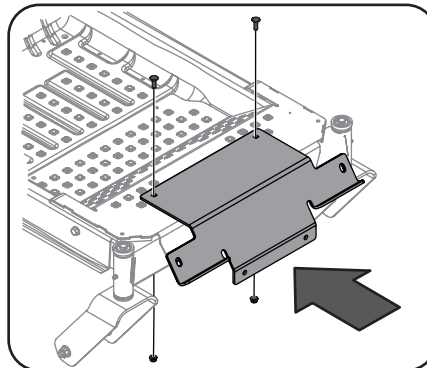

Figura 4-19
3. Coloque la ménsula del montaje en la parte superior de las arandelas y utilice 2 tuercas (710-0276) y 2 tornillos (712-04063) para asegurar la ménsula del montaje. Consulte Figura 4-19.